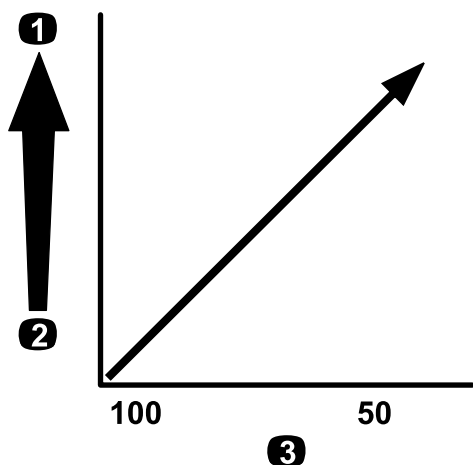

Figure 68
**Important:** Cuando se fumiga con productos químicos de mayor viscosidad (más espesos) o soluciones de polvo humedecible, puede ser necesario utilizar una malla de filtro más gruesa para el filtro de boquilla opcional; consulte la Figure 68.